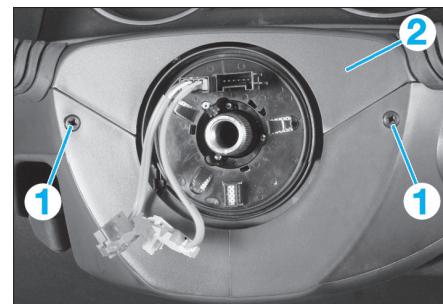
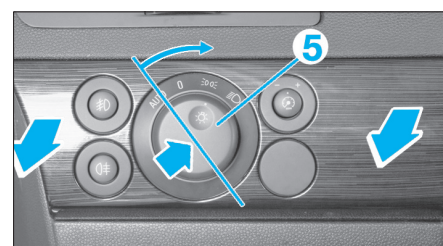
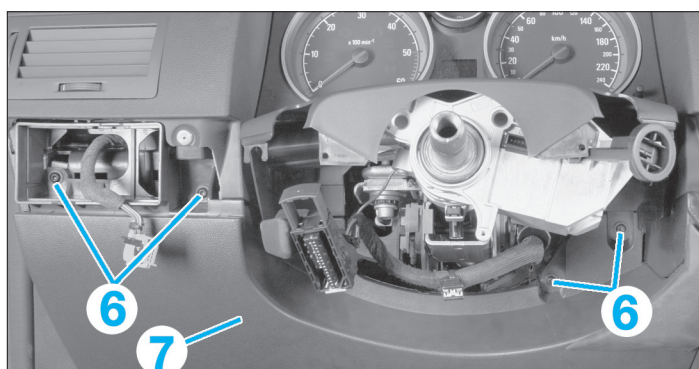

FIG. 6
FIG. 8
FIG. 9
- les 2 vis (1) de la garniture supérieure (2) de colonne de direction et déposer celle-ci (fig. 6).
- la garniture inférieure (4) de colonne de direction.
- Mettre le commutateur (5) en position "0" ou en position "Auto" selon l'équipement (fig. 8).
- Débrancher puis déposer le commodo d'éclairage (5) avec sa garniture.
- les 4 vis (6) de fixation de la garniture inférieure gauche (7) de planche de bord (fig. 9).
- la garniture inférieure gauche (7).